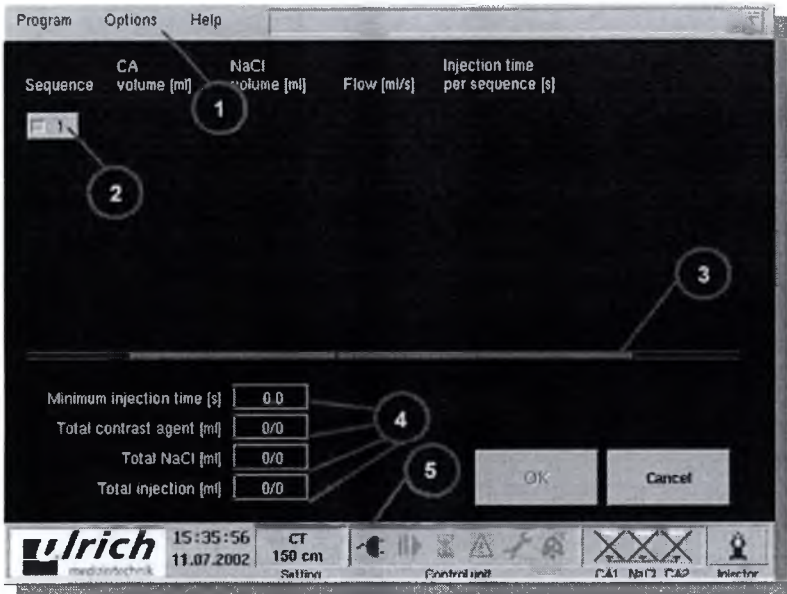

Рис. 6-3 Пользовательский интерфейс на дисплее терминала
В обоих случаях данные счетчика на дисплее (Рис. 6-3, № 4) не соответствуют действительно инъецированному объему.
Легенда к рис. 6-3
Шапка меню находится в верхней части экрана (Рис. 6-3, № 1).
- Кнопка операции (Рис. 6-3, № 2)
- Отображение трубки (Рис. 6-3, № 3)
- Счетчик реального времени для данных инъекции (Рис. 6-3, № 4)
На нижнем крае экрана дисплея (Рис. 6-3, № 5) находится строка состояния для постоянной информации пользователя об эксплуатационном состоянии инжектора.